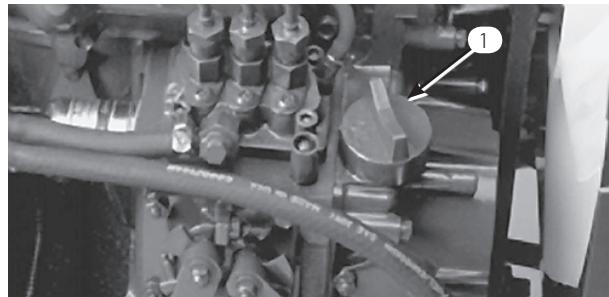

図16
3. 不足していれば補給口キャップ(図16)をとり、ディップスティックのFull位置まで少量ずつオイルを補給する。補給中、ディップスティックで何度か油量を確認しながら入れること。